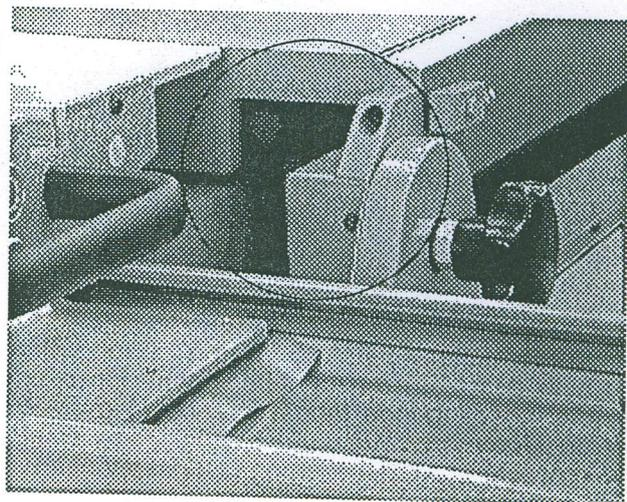

Bild 5.6
- Die Rädchen zum Verstellen der Vorritzsäge sind zu erreichen, indem man den Besäumtisch soweit nach hinten schieben, daß man zu den Rädchen hindurchgreifen kann (siehe Bild 5.6).